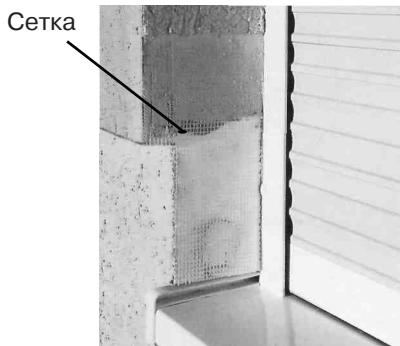

Рис. 12. Схема штукатурных работ
5.11. Закрепить поверх фибролитовой плиты, внахлест на фасад, а также на откосах штукатурную сетку (рис.12). Перед проведением штукатурных и малярных работ рекомендуется защитить направляющие шины роллеты малярной лентой, полотно роллеты свернуть в короб.